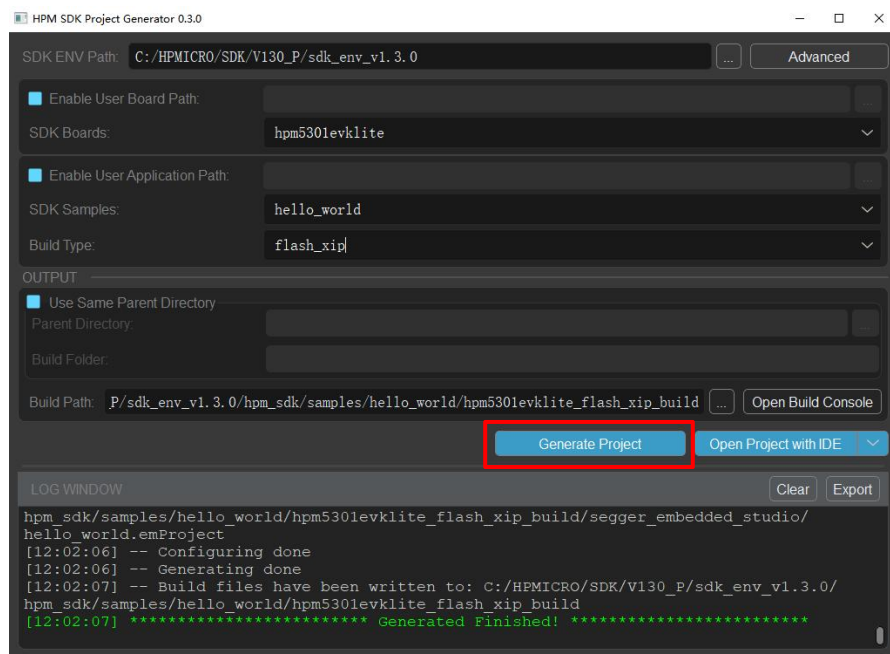

图 21: GUI project generator生成hello_world工程
17. 在GUI project generator界面中的”SAMPLES”下拉列表中选择”hello_world”，在”BOARDS”下拉列表中选择”hpm5301evklite”，在”TYPE”下拉列表中选择”flash_xip”。点击”Generate Project”按钮，即可生成debug类型的hello_world工程。如图 21所示。